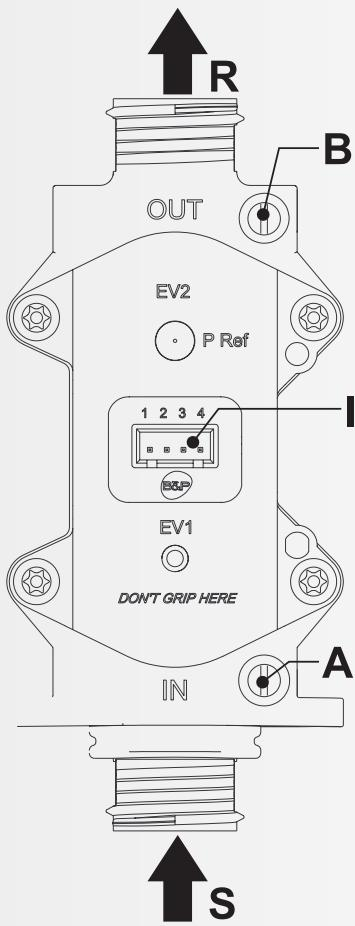

Рисунок 1
- Подключите манометр к штуцеру измерения давления «В», расположенному после газового клапана (см. рисунок 1).